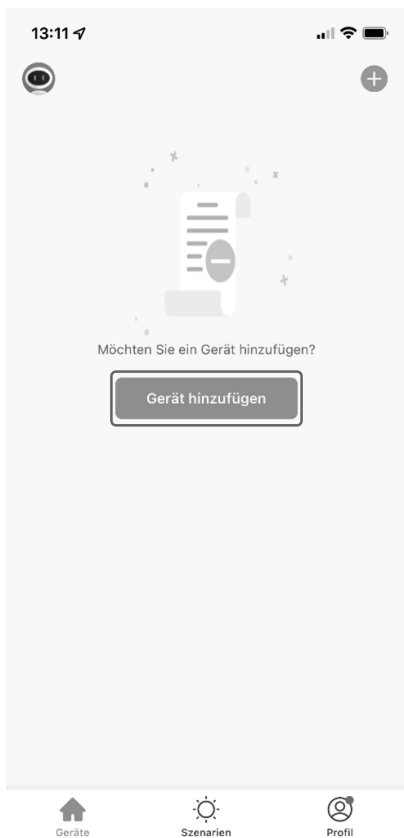

Abb. 1
- ▶ Wenn Sie bisher noch kein Gerät in der MEDION® Life Plus App angemeldet haben, tippen Sie auf die Schaltfläche **GERÄT HINZUFÜGEN** (s. Abb. 1). Sollten Sie bereits ein Gerät in der App eingebunden haben, klicken Sie oben rechts auf **+**.